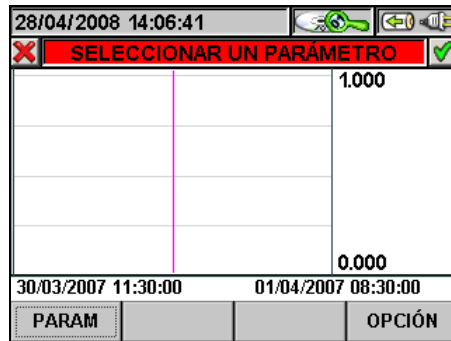

Fig. 149: Selección de un Parámetro
- La tecla **ESC** (o el icono ) para la salir de la función y volver a la página “Seleccione un Parámetro” (Fig. 149)
- La tecla **ESC** (o el icono ) para salir de la función y volver a la página “Seleccione un Parámetro” (Fig. 149).